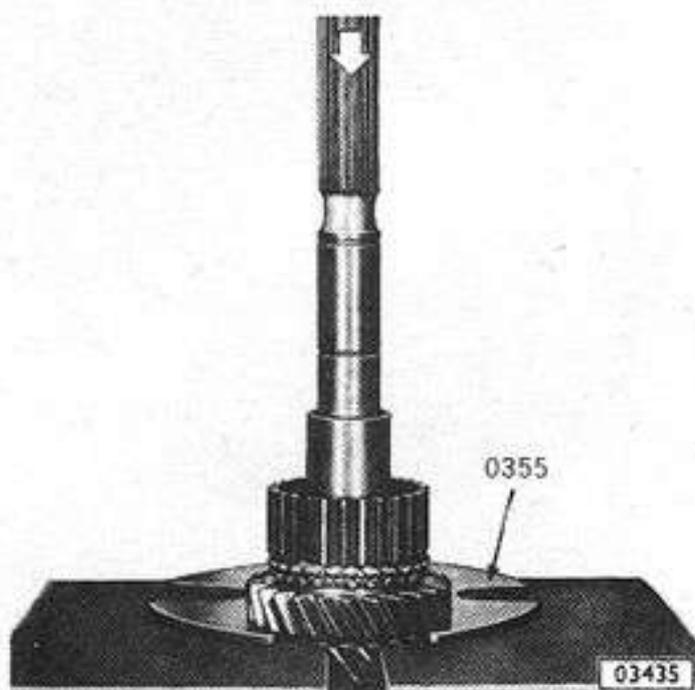

Fig. 18 - Extracción del cubo sincronizador de 1ra. y 2da.
6. Extraer el cubo del sincronizador de 1ra. y 2da., así como también la pista interior del cojinete a agujas usando la herramienta N° 0355 (Fig. 18).